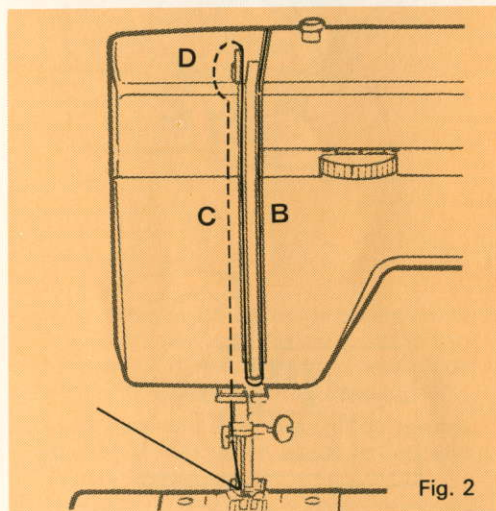

Fig. 2
2. Trek de draad door de gleuf (B) naar beneden en via gleuf (C) naar boven. Geleidt de draad via de draadhevel (D) weer via gleuf (C) naar beneden. (Fig. 2)